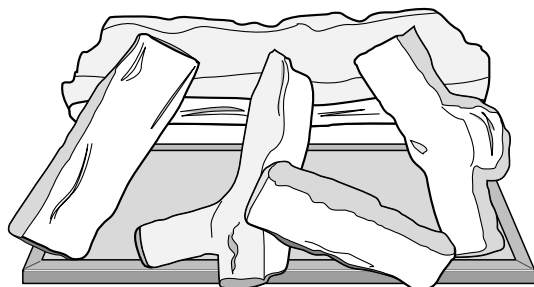

Abb.3 Einlegen des Holzsets
**Beachten Sie:** Um eine gute Verbrennung zu gewährleisten, darf das Holzset nur auf die von FABER vorgeschriebene Weise eingelegt werden (siehe Abb. 3). Eine andere Aufstellung kann zu Rußen führen.